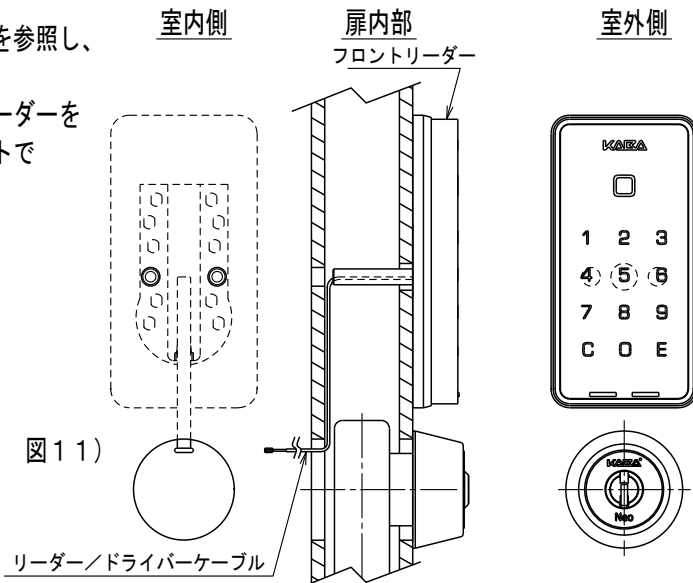

図11)
⑤ リーダーセットアップ
- ①のリーダーセットアップを参照し、TX仕様にしてください。
- 図11、12を参照してリーダーを扉に取付け、リーダープレートで室内側から引き付けます。